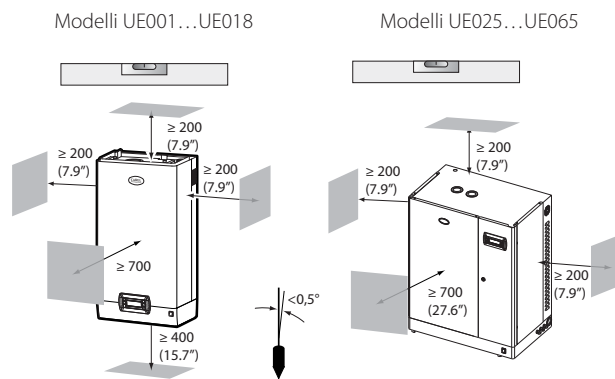

Fig. 1.c
- posizionare l'umidificatore in piano orizzontale, osservando gli spazi minimi (vedi Fig. 1.d) per consentire le operazioni necessarie di manutenzione.